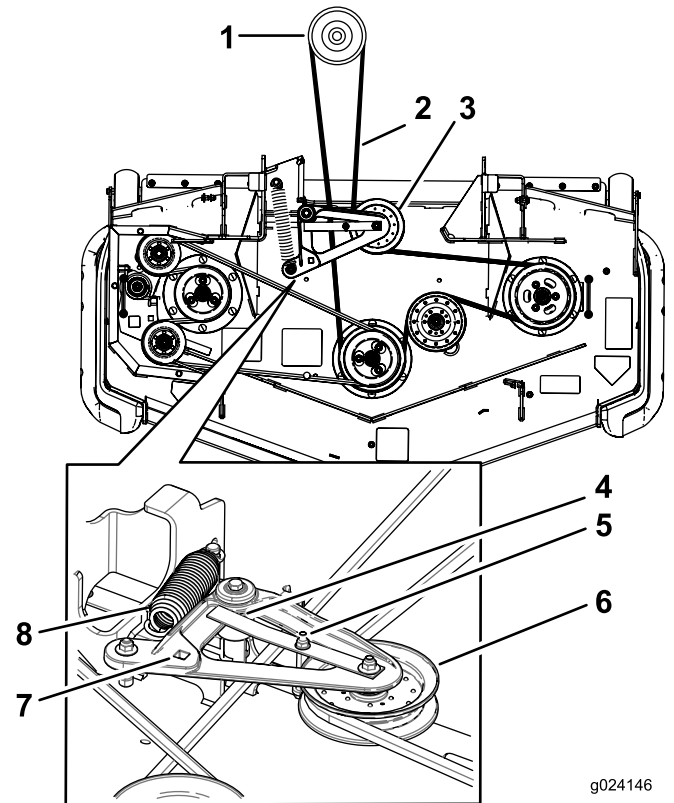

Figura 79
6. Utilice una llave de carraca en el taladro cuadrado del brazo tensor para aliviar la tensión del muelle tensor (Figura 79).
8. Tire hacia arriba de la pestaña de la guía de la correa y retire la correa existente (Figura 79).
9. Pase la correa nueva alrededor de las poleas del cortacésped y de la polea del embrague, debajo del motor (Figura 79).
10. Asegúrese de que la pestaña de la guía de la correa entra en contacto con el buje pivotante Figura 79.
11. Utilizando la llave de carraca en el taladro cuadrado, instale el muelle tensor (Figura 79).